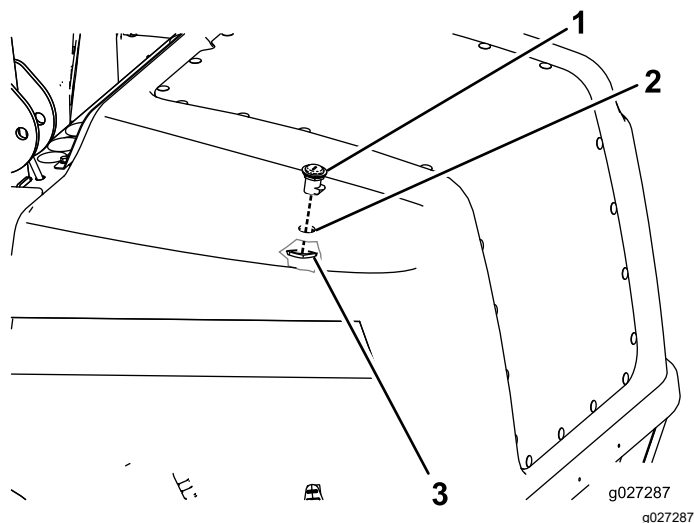

Figure 4
11. Insérez le verrou dans le capot et le support en orientant le pêne vers l'avant (Figure 4).
12. Montez l'écrou de blocage au bas du verrou pour le fixer en place (Figure 4).